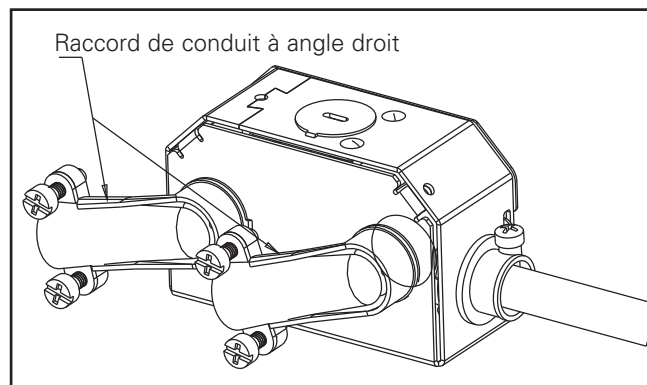

Figure 1
2. Les connexions des fils doivent être effectuées sous le plafond à l'aide d'un raccord à conduit à angle droit à l'arrière de la boîte de jonction (voir la section des connexions plus obtenir plus de détails). Une fois terminé, fermez la porte de la boîte de jonction (voir la figure 1).